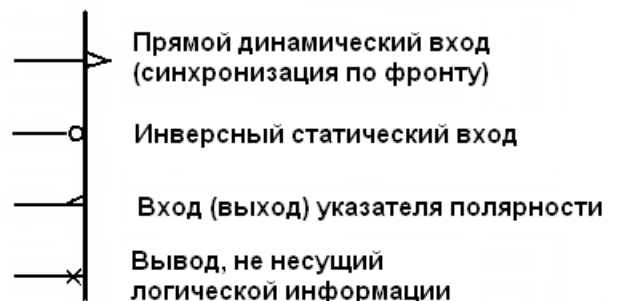

Рис. 4.9 - Обозначения выводов по **ЕСКД**
- С помощью областей **Inside** (Входной вывод), **Outside** (Выходной вывод), **Inside Edge**, **Outside Edge** задается различный вид изображения вывода с учетом функционального назначения. К сожалению, большинство этих функций редактора **P-CAD Symbol Editor** оказываются практически бесполезными из-за несоответствия с **ЕСКД** (*рис. 4.9*). Поэтому в областях **Inside Edge**, **Outside Edge**, **Inside**, **Outside** следует установить значение **None** (Нет).